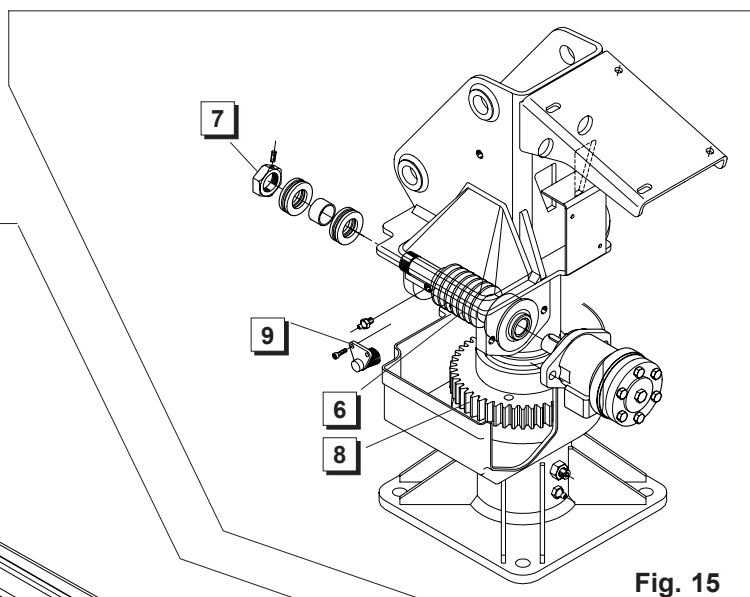

Fig. 15
9.4.3 Wormgear assembly control (Fig. 15)